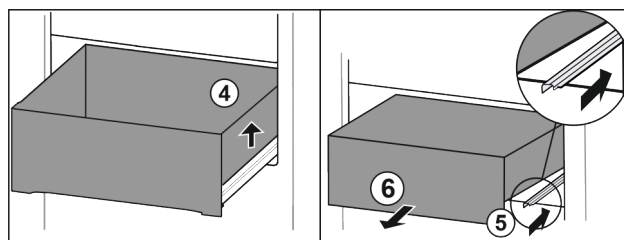

Fig. 72
- ▶ Løft skuffen i højre side. Fig. 72 (4)
- ▶ Skub den højre skinne ind. Fig. 72 (5)
- ▶ Tag skuffen ud fremefter. Fig. 72 (6)